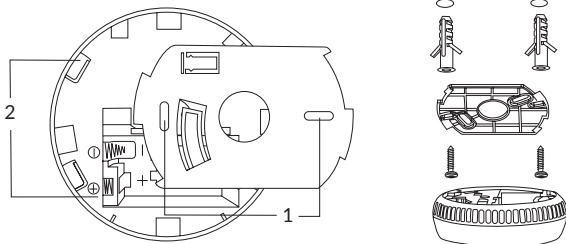

Fig. 9
**6.5.** Afin de monter l'appareil, il est nécessaire de fixer sa base au plafond. Pour cela, il faut définir l'emplacement d'installation, percer des trous pour les chevilles et fixer la base à l'aide des vis fournies dans le kit. Ensuite, il faut fixer le boîtier de l'appareil en insérant les deux crochets caractéristiques situés sur le pourtour de la base (fig. 9) dans les deux ouvertures allongées du boîtier de l'appareil (fig. 9). La dernière étape consiste à tourner le boîtier dans le sens des aiguilles d'une montre.